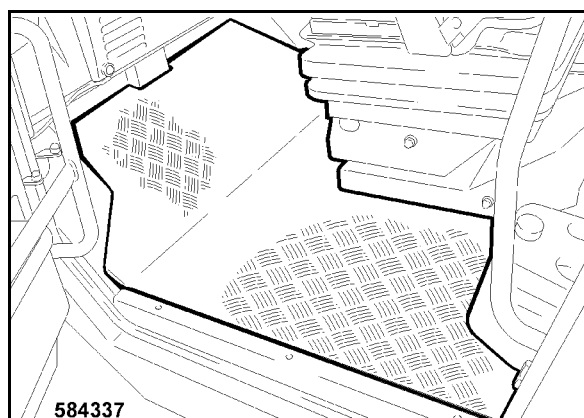

Bild 199
- Pane matto 1 (Bild 199) paikoilleen.